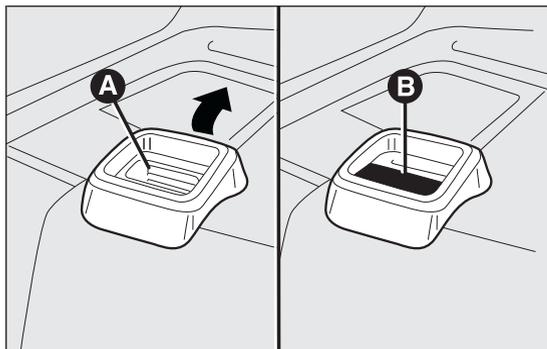

fig. 82
- ☐ sollevare la leva A fig. 82 di ritegno schienale e ribaltare quest'ultimo in avanti in modo da ottenere un vano di carico uniforme. Il sollevamento della leva è evidenziato da una "banda rossa" B.